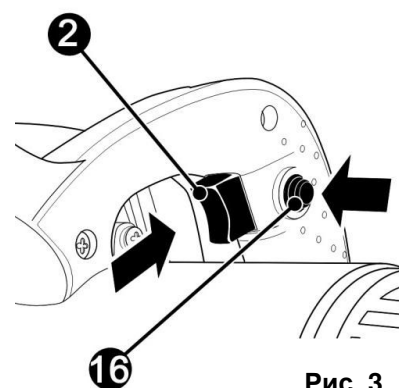

Рис. 3
- Нажмите и удерживайте кнопку блокировки (16), затем нажмите клавишу выключателя (2) (См. Рис. 3).
- Отпустите клавишу выключателя (2) (См. Рис. 3).